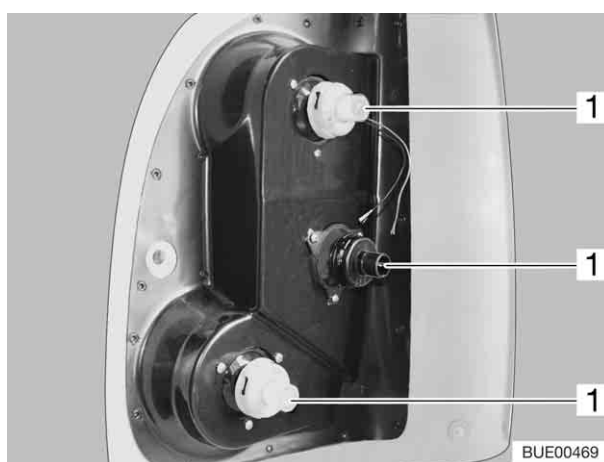

Fig. 183 Changement de l'ampoule (variante 2)
- Retirer la douille de la lampe de l'emboîtement à baïonnette (Fig. 183,1).